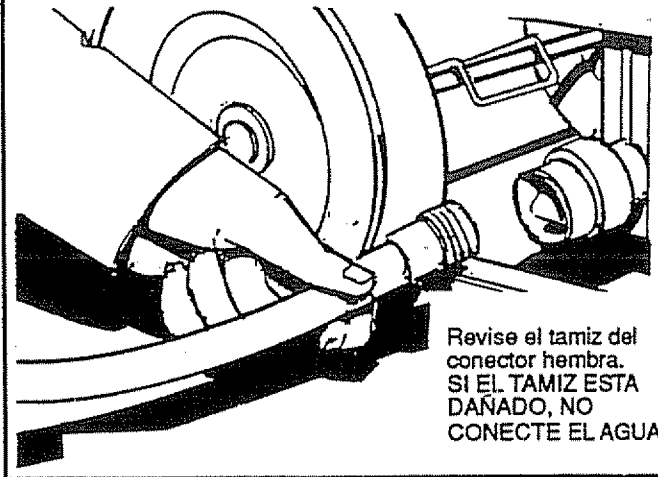

FIG. 6
- Esta unidad trae un accesorio de conexión rápida que está fijado a la Entrada de Agua en la bomba. Este conector rápido tiene dos partes — un Conector Macho y un Conector Hembra (Fig. 6). Revise el Tamiz (cedazo o criba) de Entrada en el conector hembra. Límpielo si contiene desechos, o reemplácelo si está dañado. **NO HAGA FUNCIONAR LA LAVADORA A PRESIÓN SI EL TAMIZ ESTA DAÑADO.**